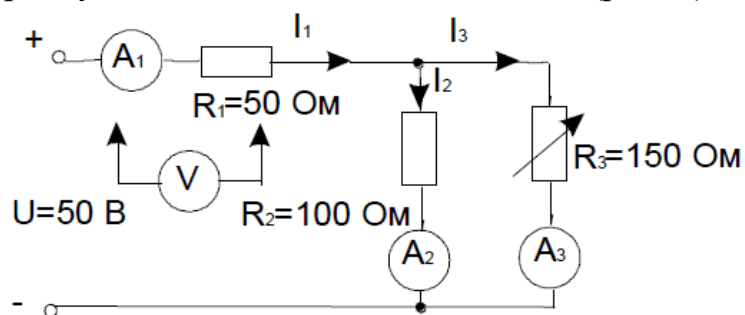
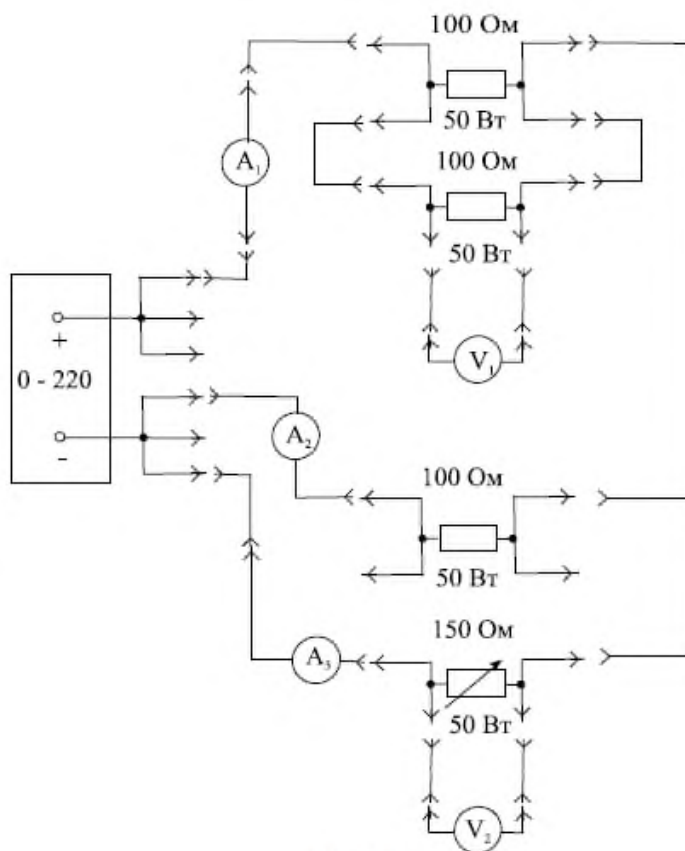
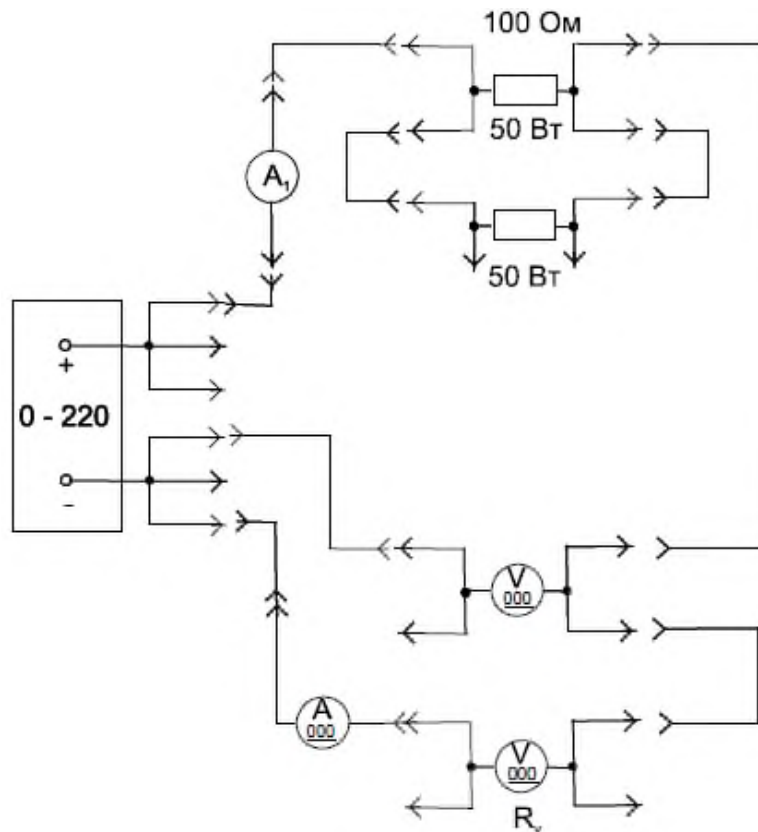

Рис. 6
Рис. 7
Рис. 9
для принципиальной схемы, приведенной на рис. 6, учитывая допустимые мощности резисторов, указанные на монтажной схеме (рис. 7).
3. Собрать электрическую цепь по монтажной схеме (рис. 7). Соединение резисторов и измерительных приборов при сборке схемы производить с помощью соединительных штекерных проводов, входящих в комплект стенда.
7.2. заменить в монтажной схеме (рис. 7) переменный резистор **R3** — вольтметром **V**, амперметр **A3** — цифровым вольтамперметром, предварительно подготовив его для измерения постоянного тока (установив на его клеммы шунт) на пределе **0 - 0,2 А** (смотри монтажную схему рис. 9); второй цифровой вольтметр включить вместо резистора **R2** и амперметра **A2**;
8. В схеме (рис. 6) определите показание всех трех амперметров **A1**, **A2**, **A3**, если сопротивление резистора R_3 уменьшить до нуля, $U = 50 \text{ В}$, $R_1 = 50 \text{ Ом}$, $R_2 = 100 \text{ Ом}$.